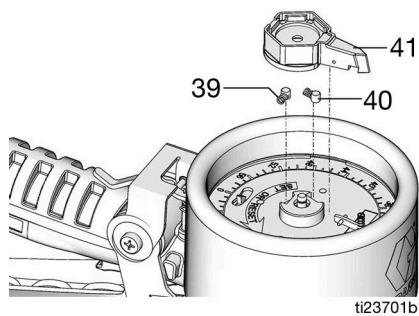

ABB. 34
4. Zeiger (41), Federn (39) und Stifte (40) einsetzen (ABB. 34).